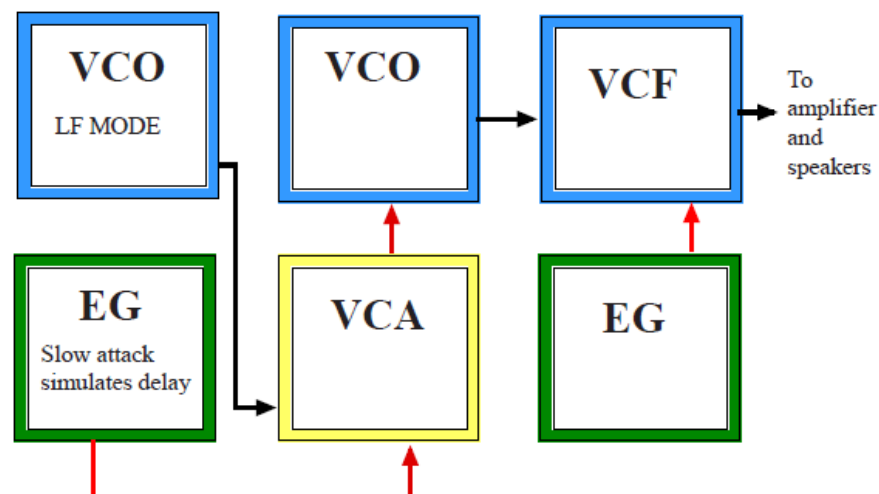

Figura 13-7: Vibrato retardado sin utilizar el LFO del teclado.
Sin embargo, también se puede ajustar un retardo para este vibrato. El **vibrato retardado** se puede definir como la cantidad de tiempo desde el momento en que se pulsa una tecla hasta la hora en que empieza el vibrato. Se ajusta mediante el deslizador **VIBRATO DELAY**. Este efecto es altamente deseable ya que simula mejor el vibrato del mundo real. Antes de que este parámetro estuviera disponible, los sintetistas solían encaminar la salida del VCO que se utilizaba como LFO a una entrada de audio en el VCA. El VCA sería entonces modulado por un EG y la salida del VCA sería devuelta a las entradas de FM en los VCO. Este parche se ilustra en la **Figura 13-7**. En este parche, un VCO, el VCA y un EG se sacrifican para crear un vibrato retardado. Un gran sacrificio, sin duda, pero el efecto era lo suficientemente deseable como para que valiera la pena para muchos sintetistas.
9. Crea el parche de vibrato retardado que se muestra en la Figura 13-7. Experimenta con diferentes ajustes en el EG del VCA, la ganancia del VCA y el nivel del LFO entrando en el VCA hasta que el sonido del LFO del teclado se simule correctamente. ¿Cuál es más fácil de usar?, ¿este parche o el LFO del teclado?. ¿Qué parche es más flexible?.